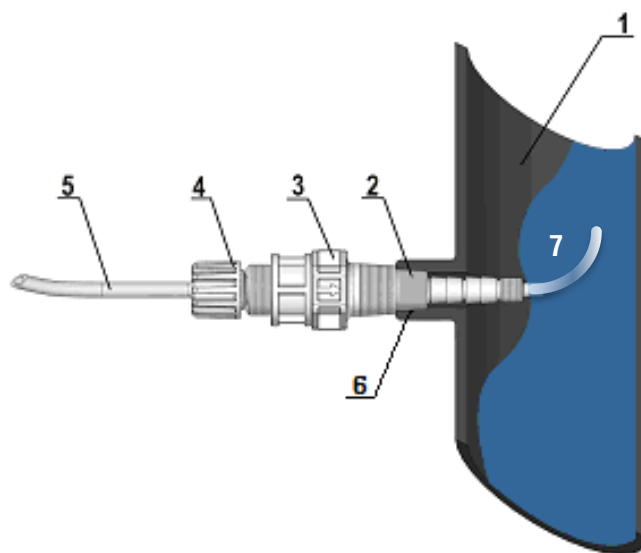

Рис. 6А
Для достижения наилучшего перемешивания реагента с протекающей жидкостью в системе, в условиях труб большого диаметра (Рис. 6А), рекомендуется подсоединить небольшой отрезок шланга 4x6 (7) на конусный ниппель (2).